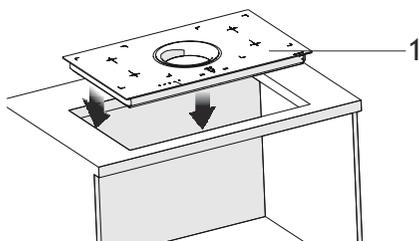

Fig. 17
2. ➔ ■ Posizionare il piano di cottura con cura all'interno dello scarico che si è preparato sul bancone della cucina (Fig. 17).